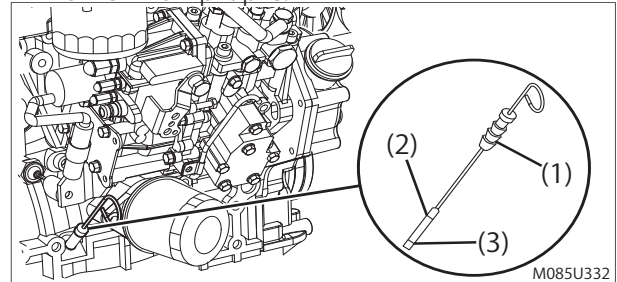

Fig. 7-3
- (1) Veillez à ce que la machine soit à niveau (à l'horizontale).
- (2) La machine et tous ses dispositifs doivent être éteints et les boutons d'arrêt d'urgence doivent être enfoncés.
- (3) Retirez la tige (fig. 7-3, 1) et essuyez-la avec un chiffon propre.
- (4) Enflez à nouveau la tige propre dans le réservoir.
- (5) Retirez la tige. Le niveau d'huile doit se trouver entre la ligne du haut (fig. 7-3, 2) et celle du bas (fig. 7-3, 3) sur la tige.
- (6) Introduisez à nouveau la tige propre dans le réservoir.
- (7) Ajoutez de l'huile moteur si nécessaire.